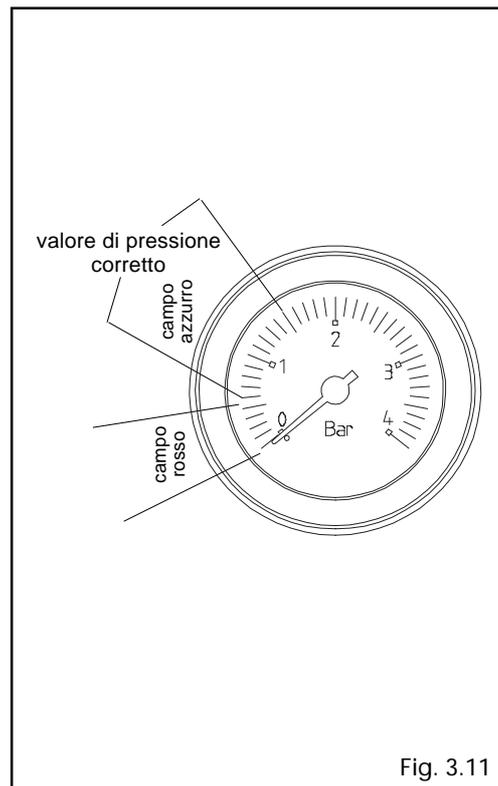

Fig. 3.11
- aprire di due o tre giri il tappo della valvola di sfogo aria automatica (A)
- accertarsi che il rubinetto entrata acqua fredda (B) sia aperto
- aprire il rubinetto di riempimento (C) fino a che la pressione indicata dall'idrometro arrivi a circa 1 bar (fig. 3.11).